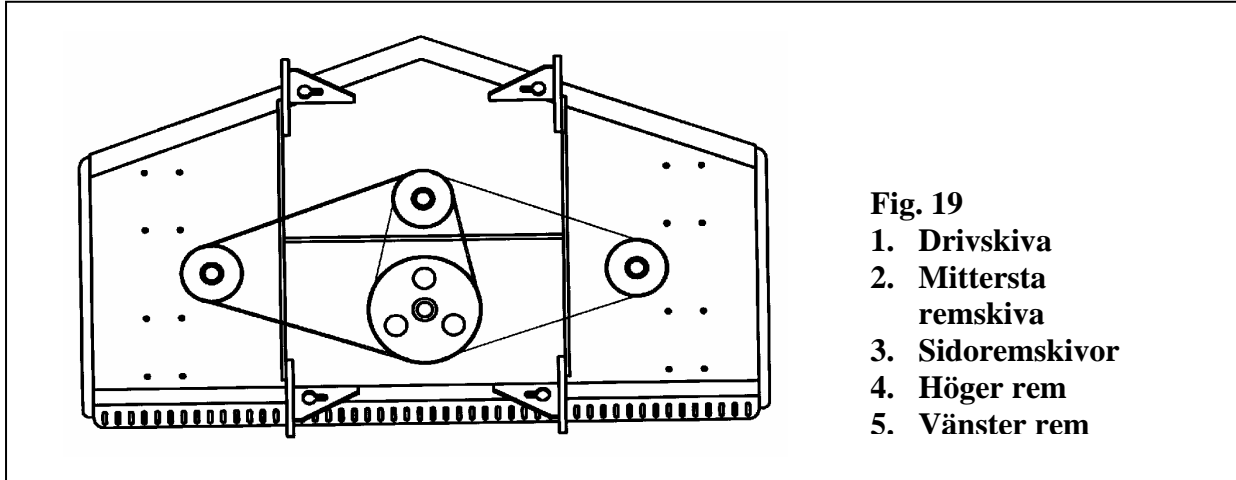

Fig. 19
8. Ersätt med nya remmar (**se fig. 19**). Vira första remmen över den vänstra klipprotorn och runt den nedre skåran på den mittersta klipprotorns remskiva, samt den nedre skåran på växellådans drivskiva. Den andra remmen kopplar ihop de övre skårarna av den mittersta klipprotorn och växellådans drivskiva med den högra klipprotorns remskiva.